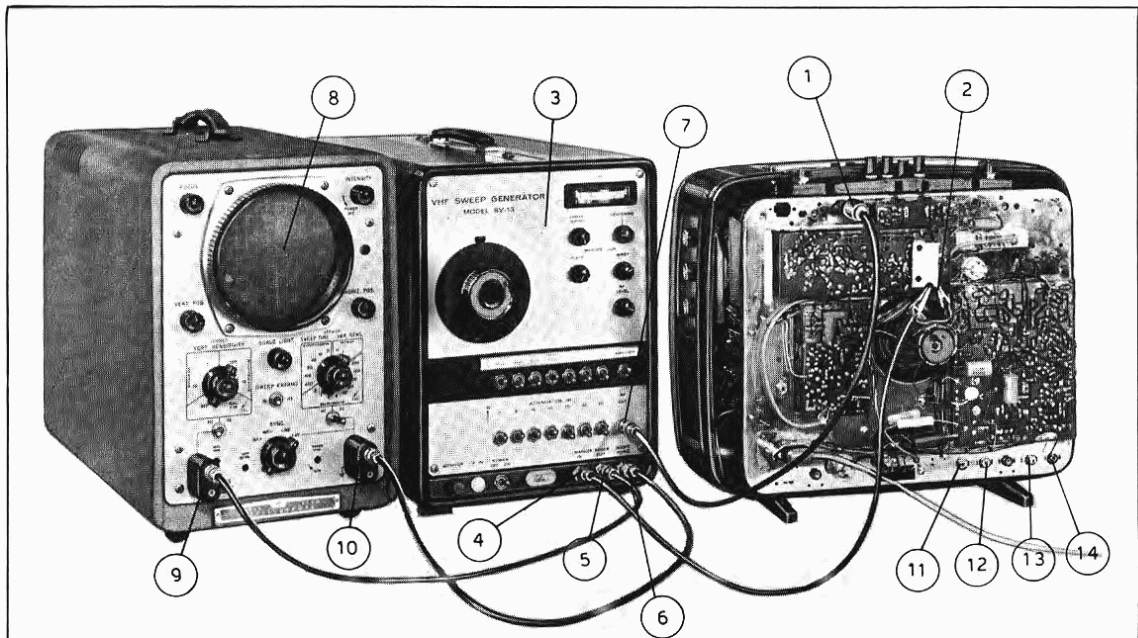

Fig. 5 - Disposizione degli strumenti per il controllo della copertura dei canali VHF.
Si effettua agendo sul potenziometro R 736 facendo in modo di agganciare il quadro mentre questo ruota lentamente dal basso verso l'alto e per il migliore interlacciato (fig. 5).
- Determinare la posizione centrale del potenziometro R 734 (comando accessibile a televisore chiuso) che costituirà la regolazione fine della frequenza orizzontale (fig. 5).